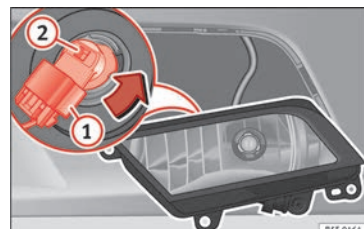

Fig. 152 Farol de nevoeiro.
- Retirar o conector » **Fig. 152 ①** da lâmpada.
- Rode o porta-lâmpadas » **Fig. 152 ②** para a esquerda e puxe.